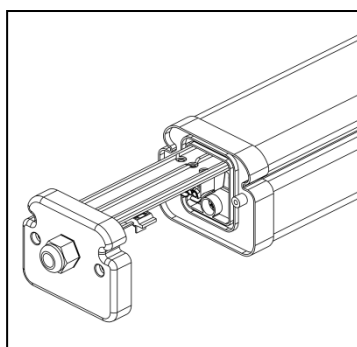

Рисунок 2
5.4 Выдвинуть боковую крышку пока не появится клеммная колодка (рисунок 2).